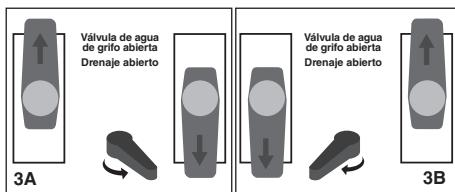

Figura 3 – Lavado de enjuague con agua
3. Fije la posición de las válvulas de entrada y de retorno, y el inversor de flujo, como se indica en la *Figura 3 A*.
7. Fije la posición de las válvulas de entrada y de retorno, y el inversor de flujo, como se indica en la *Figura 3 B*.